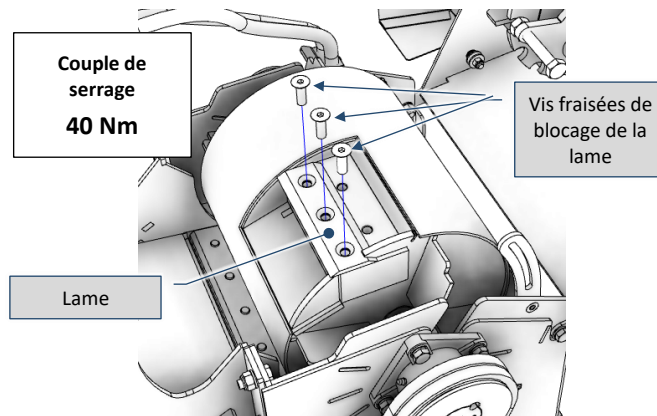

Fig. 9-29 – Détail des vis de blocage de la lame
- 4) À l'aide d'une clé à tête hexagonale appropriée, retirez les trois vis fraisées de fixation de la lame sur le support (Fig. 9-29);
- 6) Remettez la lame en place sur le tambour et serrez les trois vis fraisées de fixation – **couple de serrage 40 Nm** (Fig. 9-29);